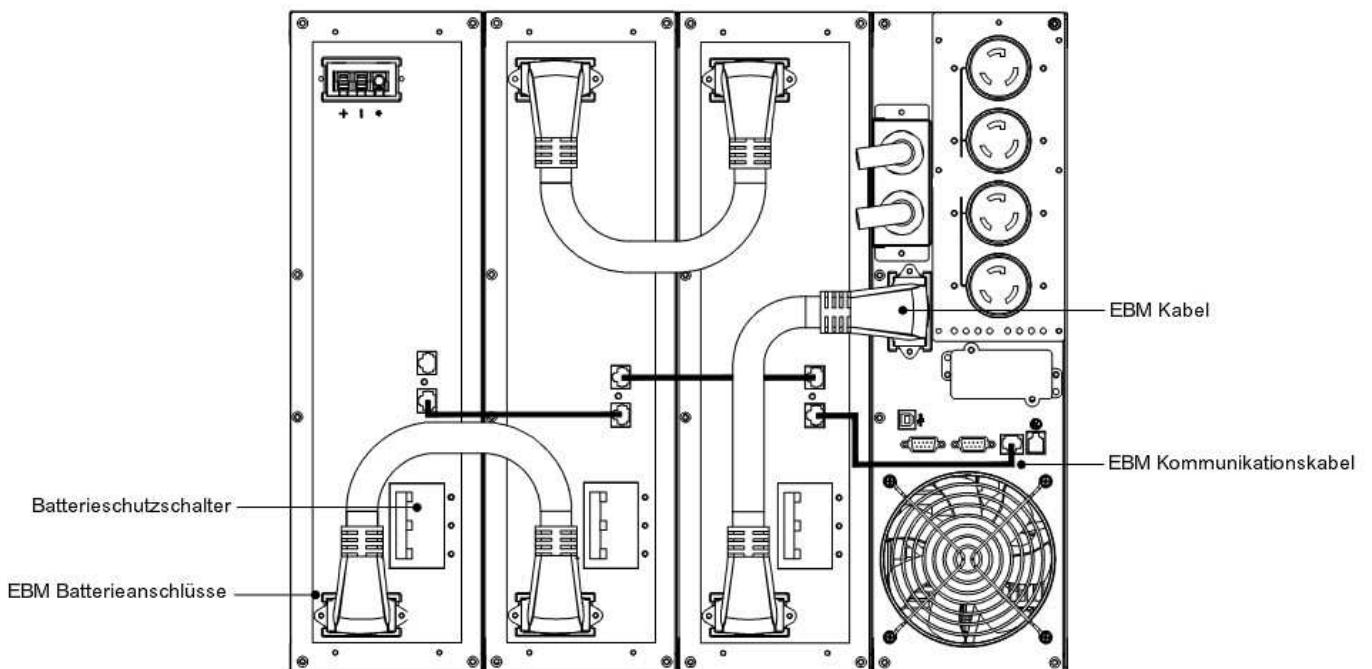

Abbildung 17. USV-Installation mit drei EBM
3. Stecken Sie das EBM Kabel in den Batterieanschluss. Stecken Sie das EBM Kommunikationskabel in den RJ-11 Port. Siehe Abbildung 17.